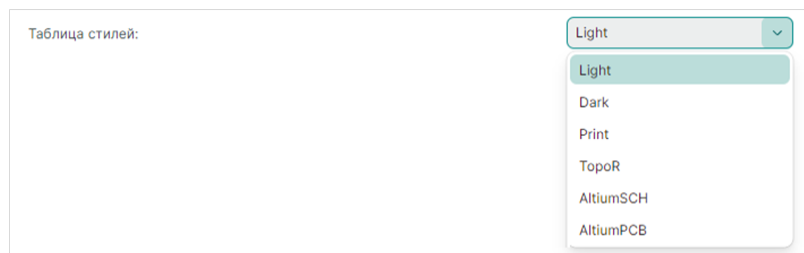

Рис. 101 Выбор таблицы стилей
- «Таблица стилей» – выбор таблицы стилей из списка доступных. Таблицы стилей можно настроить в панели «Стандарты», см. Рис. 101;